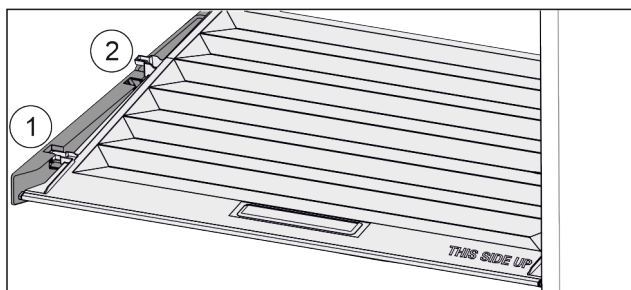

Fig. 66
- Dra locket framåt Fig. 66 (1) till öppningen i fästdelarna.
- Lyft det baktill underifrån och ta ut Fig. 66 (2) det uppåt.